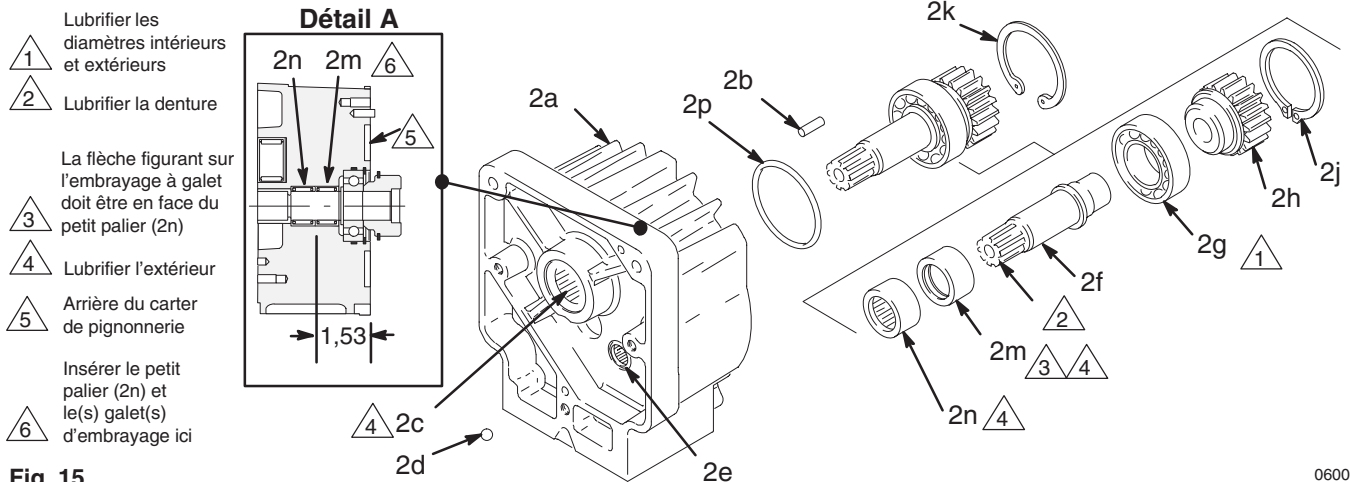

Fig. 15
3. Retirer les deux vis du fond (31) et leurs rondelles (16) en premier, puis retirer les trois vis du haut (31) et leurs rondelles (16).
4. Séparer le carter de pignonnerie (2) du carter d'embrayage (1) en le tirant. L'induit (51b) va venir avec lui.
5. Extraire l'induit (51b) du moyeu (2h**) du carter de pignonnerie. Voir aussi Fig. 15.
6. En cas de changement de l'ensemble du carter de pignonnerie (2), broser chaque dent du pignon pour enlever le lubrifiant G-n (fourni). Enduire ensuite la denture de l'arbre-pignon de graisse à palier (fournie). Mettre le surplus de graisse dans le fond du carter de pignonnerie. Utiliser 3,4 cl de graisse.
Réparation du pignon (Fig. 15)
5. Appliquer du lubrifiant sur les pièces indiquées à la figure 15.
- Le petit roulement (2n), puis l'embrayage à galet (2m), la flèche devant être face au petit roulement, à l'arrière du carter (2a). Voir détail A, Fig. 15.
Examiner le moyeu cannelé (2h**, Fig. 15, page 27) pour constater l'état d'usure. Le remplacer si nécessaire. Suivre les instructions sur le carter de pignonnerie, page 27.